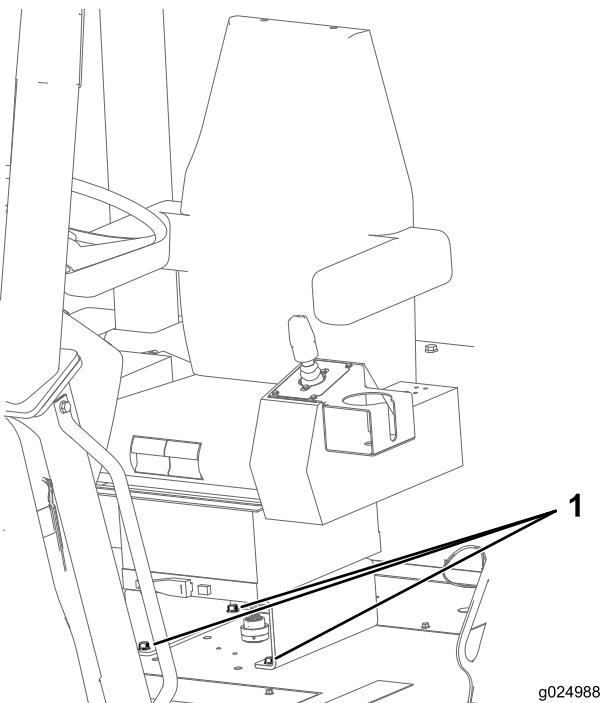

Figura 118
1. Controllate che i bulloni che fissano il sedile al telaio della macchina siano serrati a una coppia di 27–34 N m; fate riferimento a Figura 118.